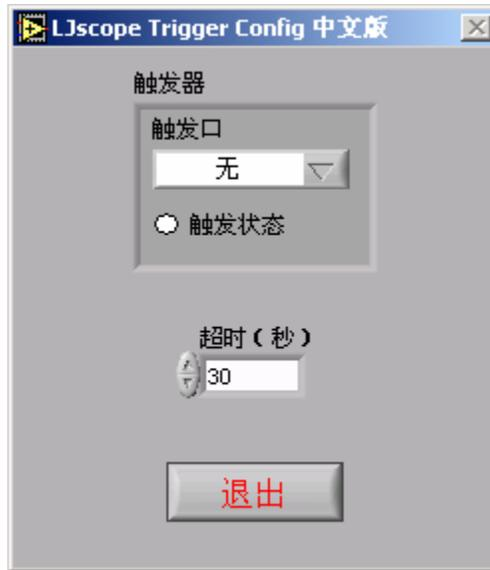

图 3-11. LJscope
- **配置触发器：** 弹出图 3-11 所示的窗口。选择触发口和触发状态（高电平触发或低电平触发）。指定一个超时时间，这样使程序不会无休止地等待触发信号。